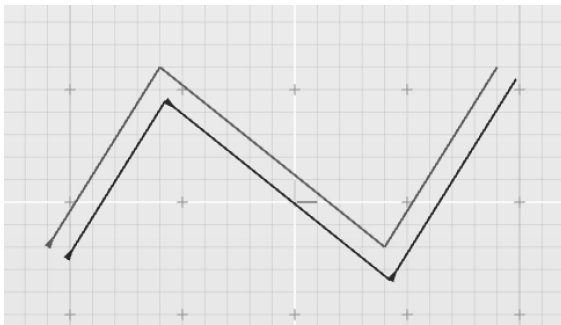

图 3-45 绘制偏移曲线
2) 为其绘制一条偏移曲线, 偏移距离为 1, 如图 3-45 所示。